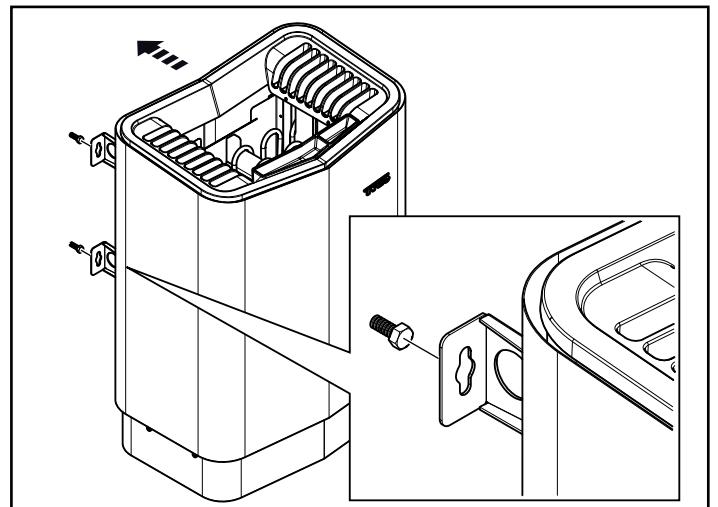

Рисунок 13: Навесьте нагреватель.
- Навесьте нагреватель на винты (см. Рис. 13).